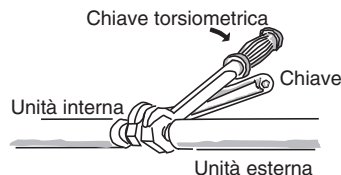

Fig. 5-6
- (2) Per stringere i dadi flangiati, applicare la coppia di serraggio.
- Nel rimuovere i dadi svasati dai collegamenti oppure quando li si stringe dopo aver collegato i tubi, usare due chiavi fisse o regolabili. (Fig. 5-6)